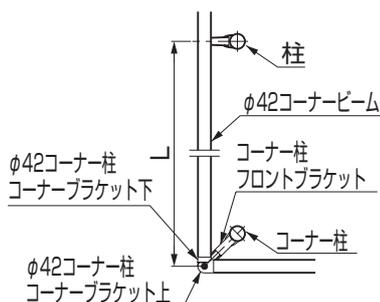

図11-2 90°時出隅仕様
- 出隅仕様の場合は、Lが2000mm、入隅仕様の場合は、Wは2000mmで施工してください。(図11-2、図11-3参照)